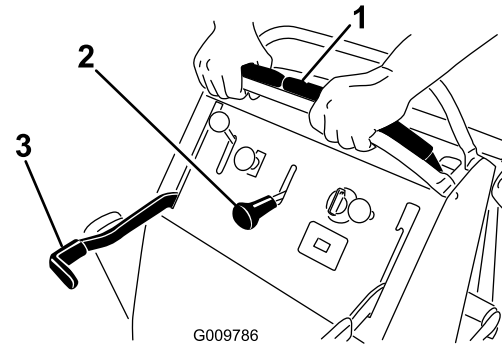

Figura 2
3. Mueva la palanca de altura de corte a la posición de 1 pulgada (la posición más baja) (Figura 2).
4. Mueva la palanca de control de la velocidad a la posición de Rápido (Figura 2).